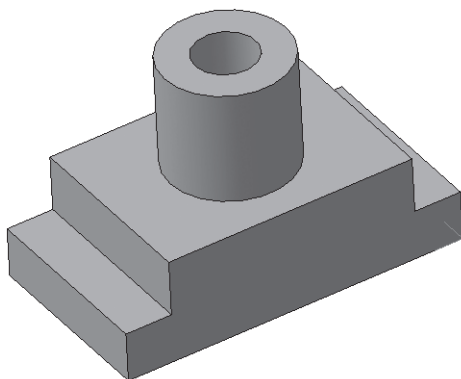

Рис. 163
-  – создайте объект (рис. 163). Сохраните под именем *Опора 1*.